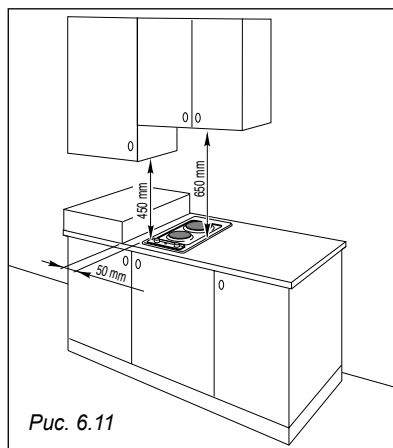

Рис. 6.11
- Расстояние от варочной поверхности до боковой стенки должно быть не менее 50 мм (Рис. 6.11 - 6.12);
- Расстояние между варочной поверхностью и настенным шкафом или вытяжным колпаком, установленным непосредственно над ней, должно быть не менее 650 мм (Рис. 6.11 - 6.12);